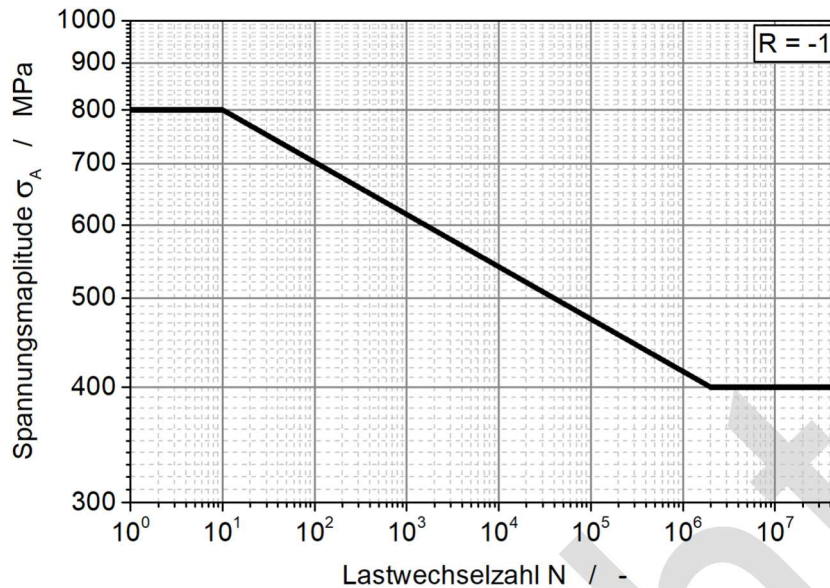

Bild 1.3: Wöhlerdiagramm für Werkstoff **15CrNi6** (polierte Oberfläche).
- h) Kann bei umlaufender Welle die konstante Kraft $F_y = 20 \text{ kN}$ ($M_t = 0 \text{ Nm}$) an der Kerbstelle B mit ausreichender Sicherheit dauerhaft ertragen werden? Die Welle weist im Kerbbereich eine geschliffene Oberfläche auf. Die Dauerfestigkeit kann aus dem Wöhlerdiagramm (Bild 1.3) abgelesen werden.